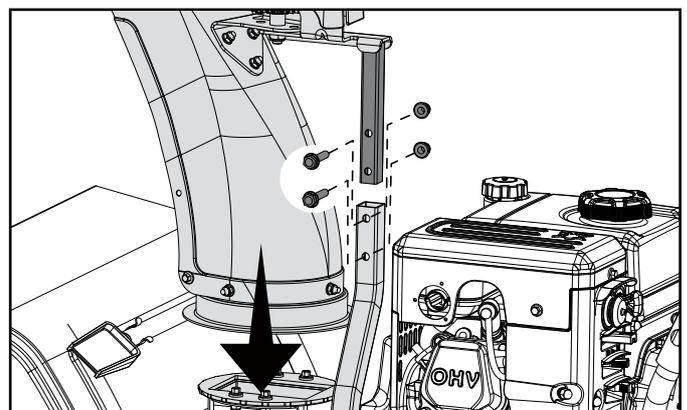

Figure 10
1. Déposez la goulotte d'éjection de neige sur le support d'éjection de neige. Fixez le support d'éjection de neige en utilisant les boulons (9-1) et les écrous (9-2) que vous avez retirés précédemment (figure 10). Serrez complètement à la main.